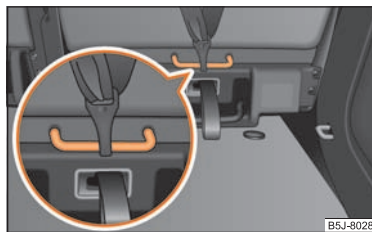

Abb. 125 Rücksitz: Top Tether
Die hinteren äußeren Sitze bzw. auch der mittlere Sitz (gilt nur für einige Länder) sind zur Erhöhung der Sicherheit mitfahrender Kinder serienmäßig mit dem Befestigungssystem „Top Tether“ an der Rückseite der Sitzlehne ausgestattet ⇒ Abb. 125.
- Befestigen Sie die Kindersitze mit dem „Top Tether“-System nur an den dafür vorgesehenen Stellen ⇒ Abb. 125. ▶